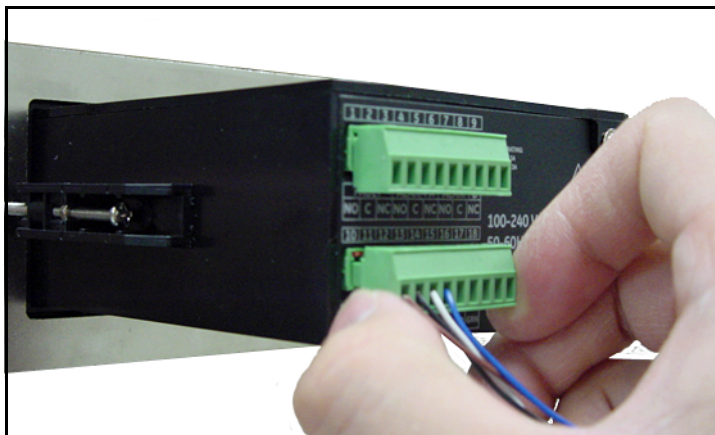

Figure 30: Réinsertion du connecteur dans le bornier
4. Réintroduisez le connecteur dans le bornier inférieur en face arrière du **dew.IQ** (voir *Figure 30* ci-dessous).